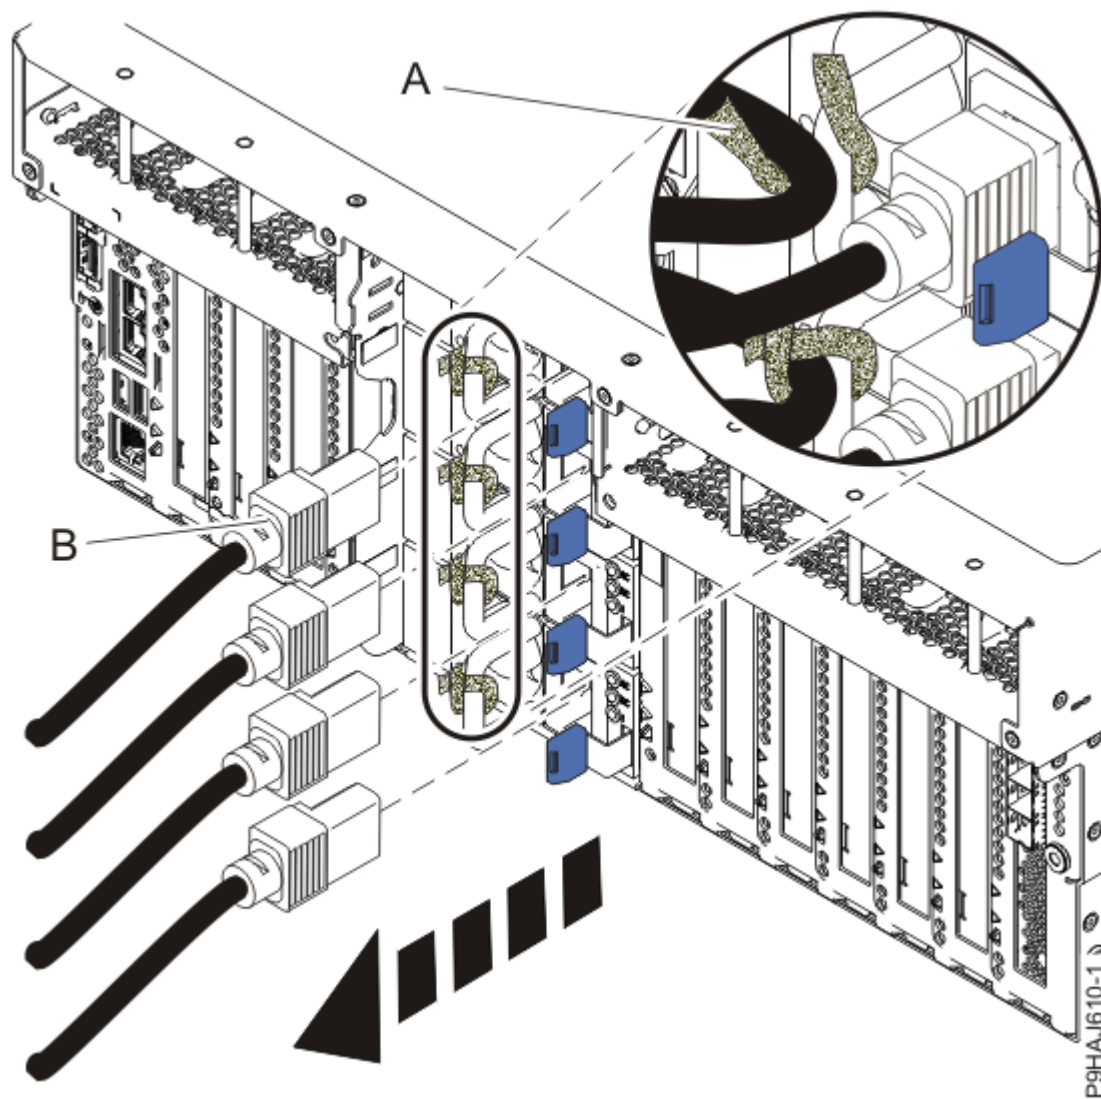

Figura 7: Removendo os cabos de energia de um servidor montado em rack
- b) Etiquete e desconecte os cabos de energia da unidade de sistema. Consulte Figura 7 na página 8 ou Figura 8 na página 9.